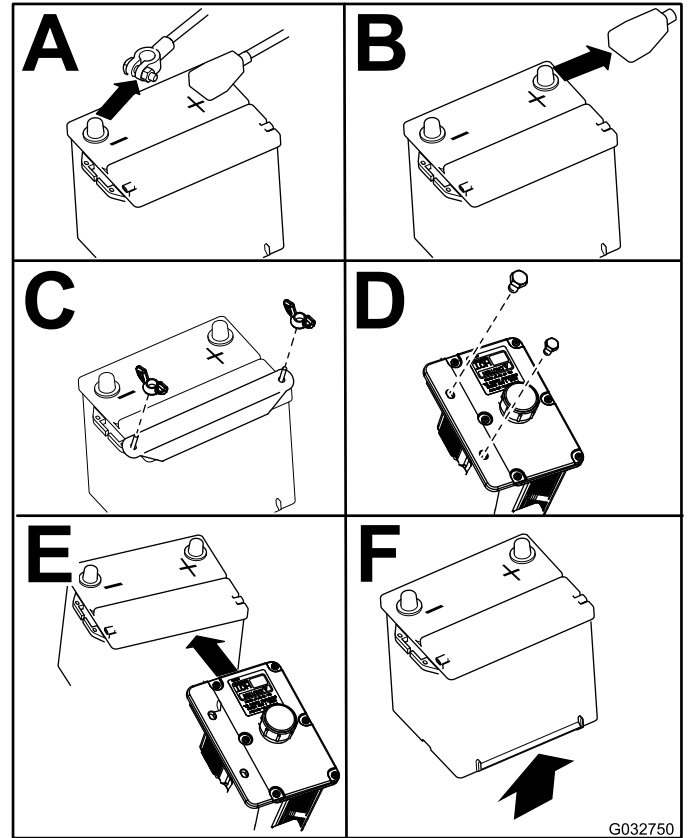

Figura 73
4. Retire la batería según se muestra en la Figura 73.